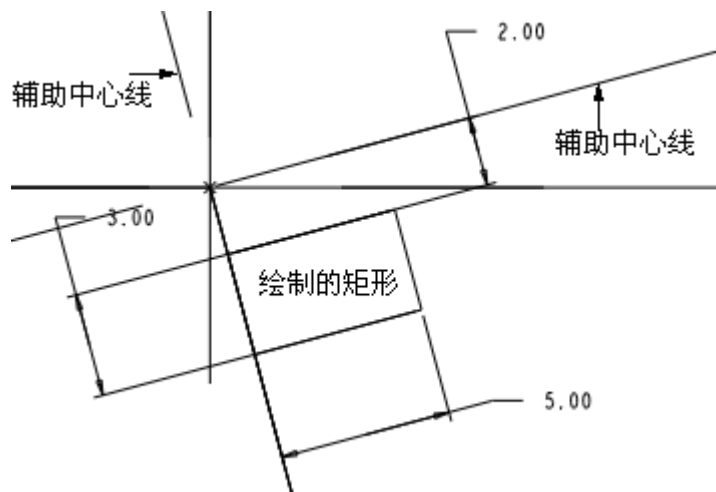

图 50-10
- (5) 绘制如图 50-10 所示的两条辅助中心线和一个矩形。